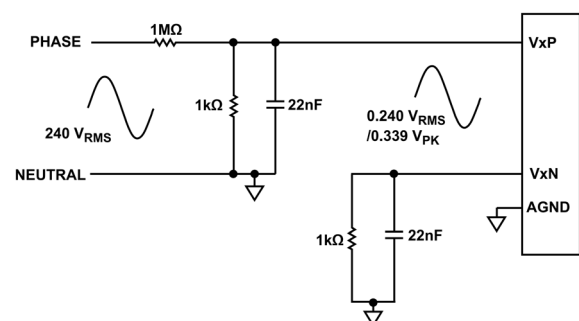
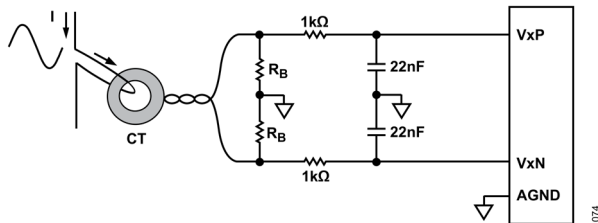

図 62. 抵抗分圧器を通じて検出される位相電圧 (1x のゲイン、擬似差動入力)
図 63. カレント・トランスの電流センサー・インターフェース回路
図 62 に、ADC チャンネルへの擬似差動入力信号を生成する、メインの電圧を測定するためのインターフェース回路を示します。図 63 に示すように、負荷抵抗がセンター・タップにあるカレント・トランス (CT) が、ADC 入力に差動の逆相信号を発生します。図 64 に、ログスキー・コイル電流センサーに接続するための推奨回路を示します。